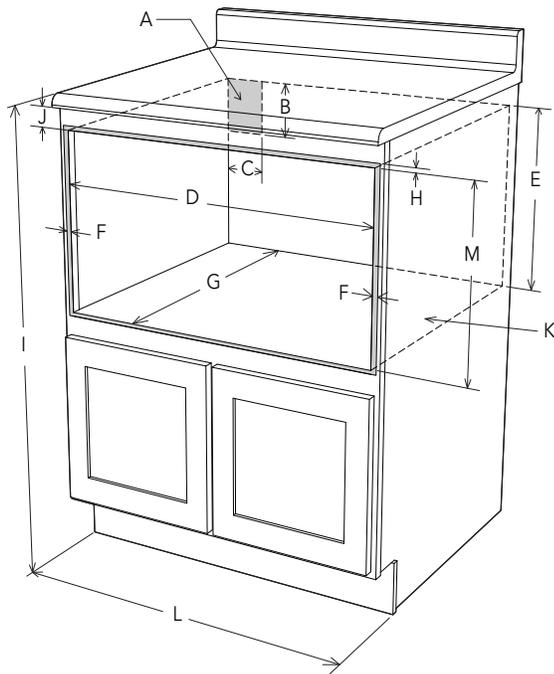

Figure 1
- Utilisez les dimensions indiquées à la figure 1. Les dimensions données fournissent un dégagement minimum. Localisez la prise électrique dans la zone ombrée dans le coin supérieur gauche de la découpe. Voir la figure 9.
Les Figures 1 and 2 indiquent de nombreuses mesures du tiroir four à micro-ondes et à convection en guise de référence lors de la planification de l'emplacement du tiroir.